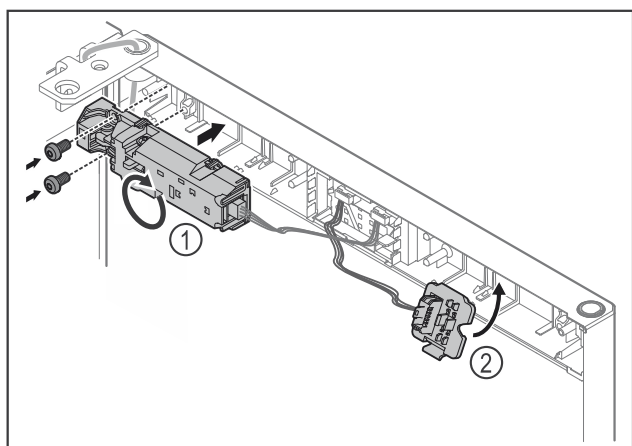

Fig. 19
- Разверните замок дистанционного открытия Fig. 19 (1) на 180° и прикрепите на противоположной стороне.
- Установите и зафиксируйте держатель штекера Fig. 19 (2) на противоположной стороне.